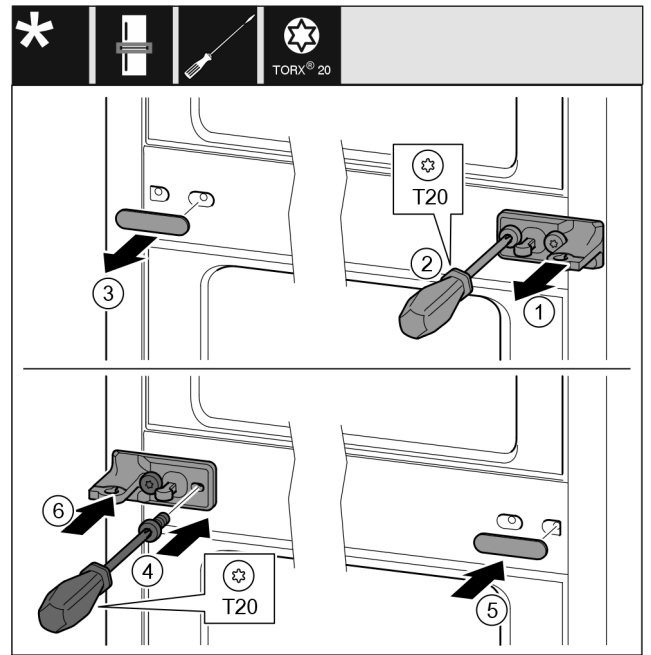

Fig. 33
- ▶ Irrota aluslevy vetämällä. Fig. 33 (1)
- ▶ Kierrä ruuvit irti T20-ruuvimeisselillä. Fig. 33 (2)
- ▶ Vedä suojus varovasti irti. Fig. 33 (3)
- ▶ Ruuvaa laakeripukki ja kalvo 180° käännettynä kiinni toiselle puolelle. Fig. 33 (4)
- ▶ Kiinnitä suojus 180° käännettynä toiselle puolelle. Fig. 33 (5)
- ▶ Työnnä aluslevy paikoilleen edestä käsin. Fig. 33 (6)